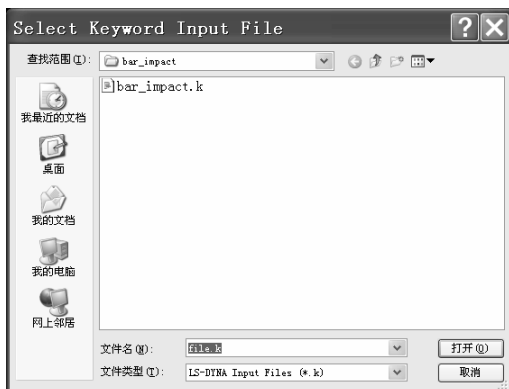

图 1-53 “Select Keyword Input File” 窗口
(2) 单击“14.0 Mechanical APDL ANSYS Product Launcher [Profile: \*\*\* La...”窗口中“Simulation Environment:”方框后的倒立三角形图标，选中“LS-DYNA Solver”。
(3) 单击“14.0 Mechanical APDL ANSYS Product Launcher [Profile: \*\*\* La...”窗口中“License:”方框后的倒立三角形图标，选中“ANSYS LS-DYNA”。
(4) 在“14.0 Mechanical APDL ANSYS Product Launcher [Profile: \*\*\* La...”窗口中的“Working Directory:”方框内输入“d:\bar\_impact”。
(5) 单击“14.0 Mechanical APDL ANSYS Product Launcher [Profile: \*\*\* La...”窗口中“Keyword Input File”方框后的“Browse...”按钮，弹出“Select Keyword Input File”窗口（见图 1-53）。